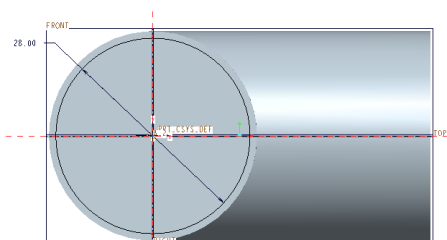

図 3-15 同心円のスケッチ
- 図 3-15 のように「**円**」 ツールの中の「**同心円**」 を用いて直径「**28**」の円を描く。